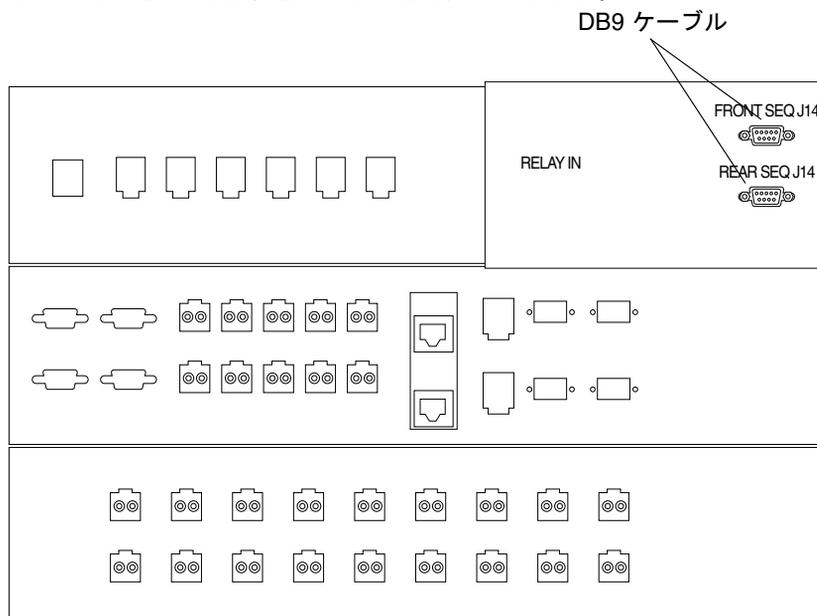

図 B-2 サービスパネル内側の正面および背面電源シーケンサの接続 (ベースキャビネット)
6. サービスパネル背面のリレーパネル近くに緩く留められた 2 本の DB9 ケーブルがあることを確認します。J14 to PP Front Seq J14 In と記されたケーブルはサービスパネル背面の FRONT SEQ J14、J14 to PP Rear Seq J14 In と記されたケーブルは REAR SEQ J14 にそれぞれ接続します (図 B-2)。